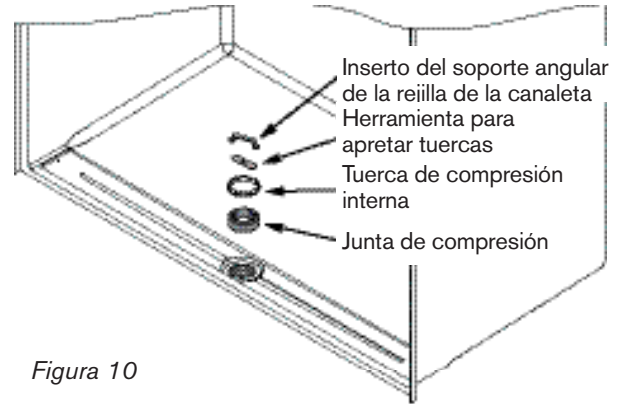

Figura 10
- 15 INSTALACIÓN DEL DESAGÜE FINAL:** Deslice la junta de compresión interna hacia el cuerpo del desagüe y deslice sobre la tubería. **Asegúrese de que el extremo biselado de la junta de compresión interna esté hacia arriba y al ras con la superficie de la tubería.** (Figura 10)